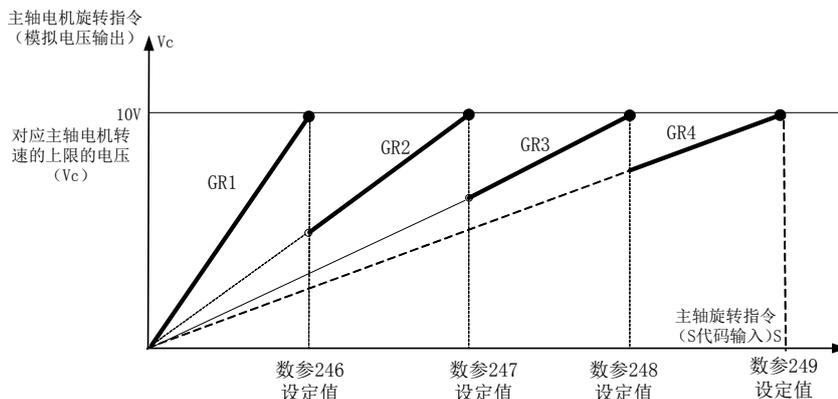

图8-1-2-1
- S 代码指令与主轴电机速度代码电压（0~10V）和齿轮档选择信号（GR1, GR2, GR3, GR4）的关系如图8-1-2-1所示。